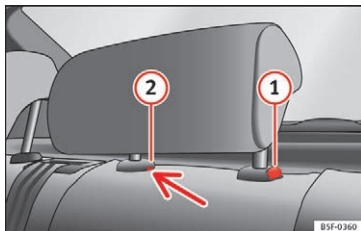

Fig. 141 Midterste hovedstøtte bagi: udløserpunkt
- Skub hovedstøtten nedad, mens du trykker på knappen **1** » **Fig. 141** for at indstille hovedstøtten nedad.
- Tryk på knappen **1** » **Fig. 141**, og sæt samtidig en skruetrækker (maks. bredde 5 mm) ind i åbningen ved fastgørelsen **2** » **Fig. 141**, og træk hovedstøtten ud.